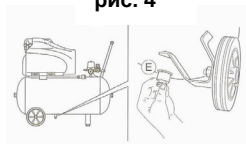

рис. 4
Один раз в неделю (рис. 4)
- б) Вынуть заглушку N (рис.4) из обратного клапана.